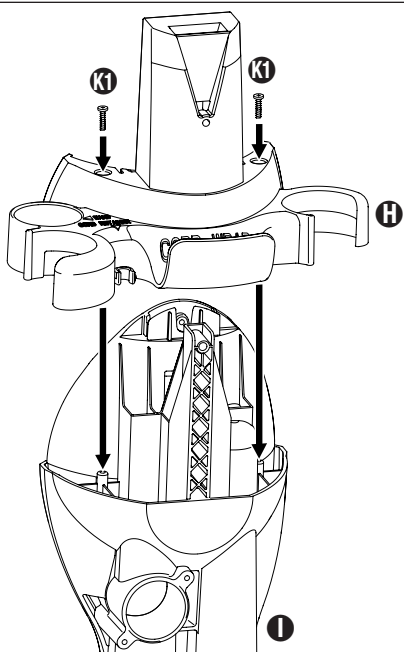

FIG. 2
Step 2: Attach the tool caddy ④ to the top of the rear housing ① by sliding it onto the housing, and then attach using the 2 short screws ⑪ provided (FIG. 2).
Étape 2 : Fixez le porte-accessoires ❹ à la partie supérieure du boîtier arrière ❶ en le glissant sur le boîtier. Alignez les trous de vis, puis vissez avec 2 vis courtes ❺ fournies avec l'appareil (FIG. 2).
Paso 2: Instale el portaaccesorios ❹ en la parte superior del alojamiento trasero ❶ deslizándolo sobre el mismo. Alinee los agujeros de los tornillos y fije las piezas usando los 2 tornillos cortos ❺ proporcionados (FIG. 2).